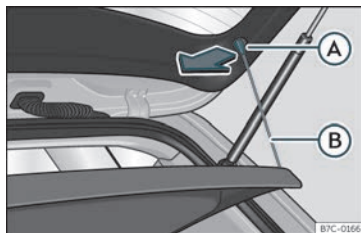

Fig. 114 Nel bagagliaio: smontare e montare il ripiano.
- Sganciare i tiranti di sostegno »» fig. 114 (B) dagli alloggiamenti (A).
- Agganciare i tiranti di sostegno »» fig. 114 (B) nel portellone posteriore.